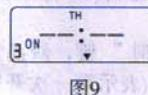

图9
6.5 继续按动“定时”键,显示屏左下方将依次显示(2 ON, 2 OFF,...,8 ON, 8 OFF),参考以上步骤设置其余各组的开关时间。如果每天只开、关一次,则必须按“取消/恢复”键,将其余各组的时间消除,使液晶显示出“--:--”图标,如图9所示。